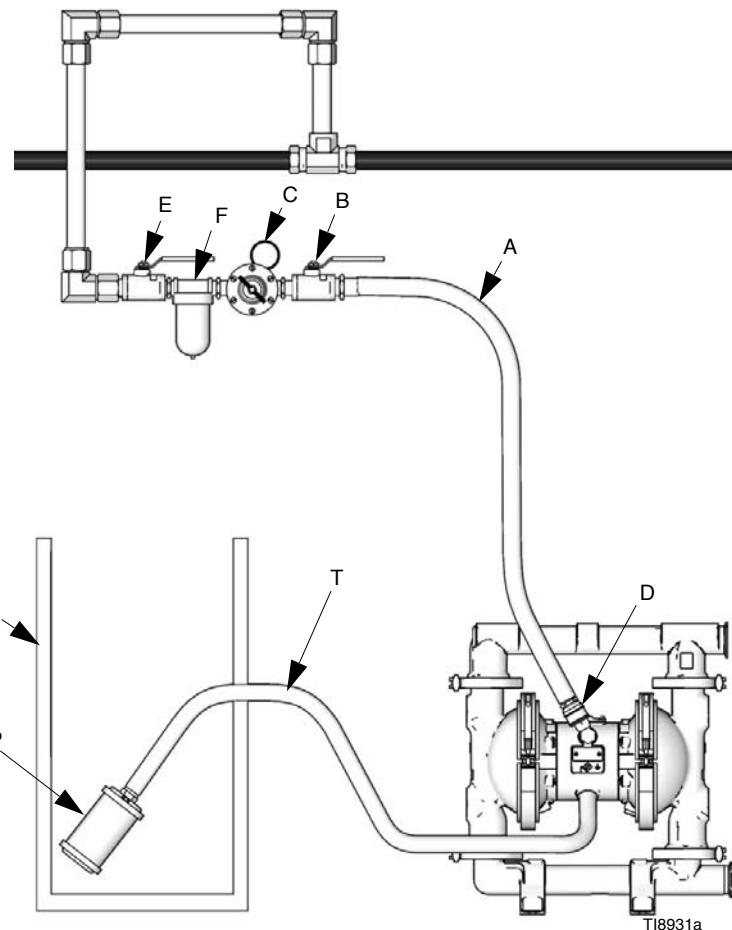

Рис. 4 Удаление отработанного воздуха
Поломка мембранны приводит к попаданию перекачиваемой жидкости в выпускаемый воздух. Установите подходящую емкость для сбора жидкости у выпускного отверстия воздухопровода. См. Рис. 4.
- Снимите шумоглушитель (P) с выпускного отверстия насоса для воздуха.
- Подсоедините к насосу заземленный шланг (T) для выпуска воздуха и подключите к концу шланга шумоглушитель (P). Минимальный внутренний диаметр выпускного шланга для воздуха составляет 19 мм (3/4 дюйма). Если длина необходимого вам шланга превышает 4,57 м (15 футов), используйте шланг большего диаметра. Избегайте резких изгибов или изломов шланга.
- Установите емкость (U) для сбора жидкости у конца выпускного трубопровода для воздуха на случай повреждения мембранны. См. Рис. 4.